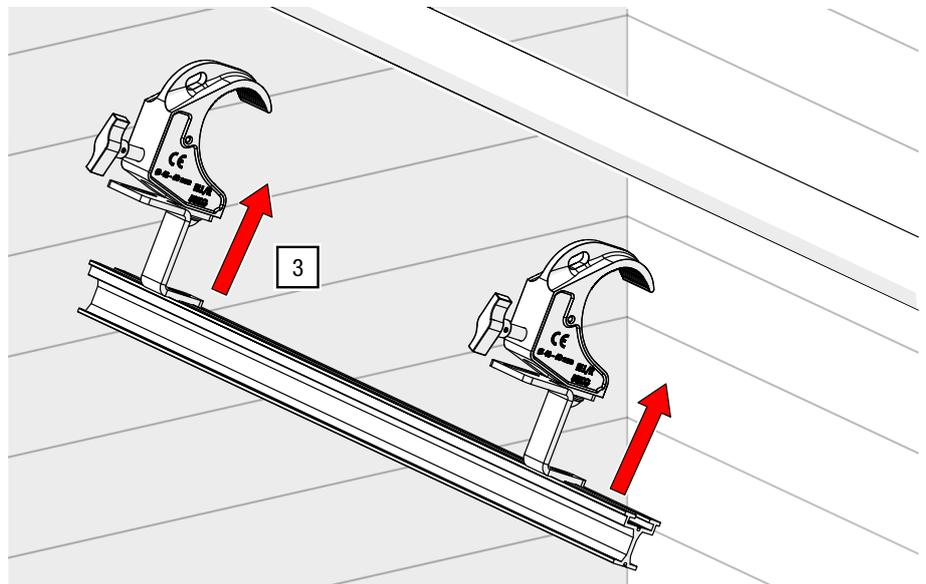

Abb. 65: G-CLAMP direkt – Auf Rohr positionieren
3. Öffnen Sie die Rohrschellen maximal und heben Sie diese an das Rohr des Tragwerks (siehe Abb. 65).